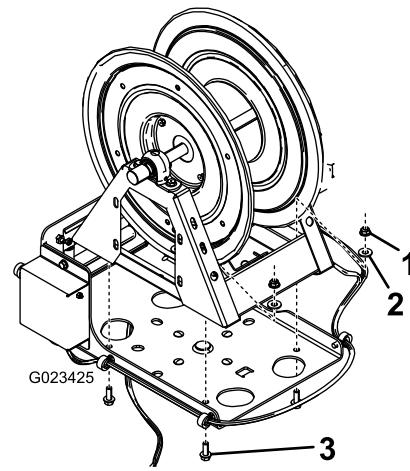

Figure 11
5. Fixez le dévidoir à la plaque pivotante au moyen de 4 boulons (3/8-16 po), 4 rondelles (7/16 po) et 4 écrous à embase (3/8-16 po), comme montré à la Figure 11.